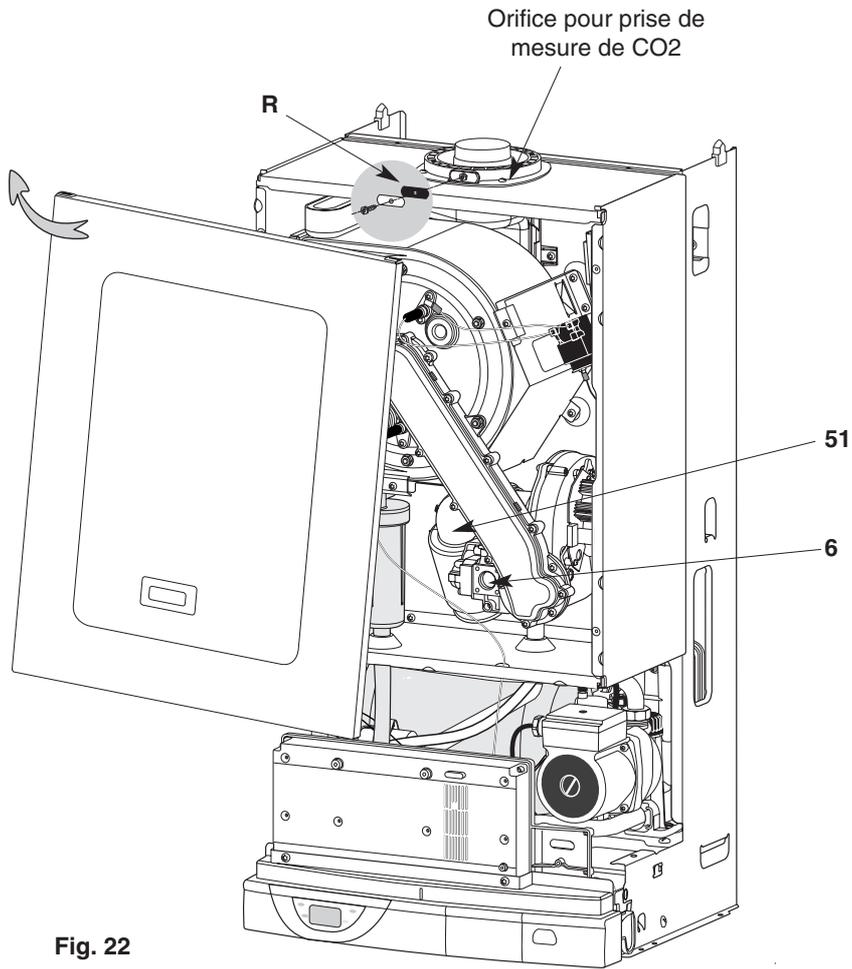

Fig. 22
Pour transformer l'appareil de G20 en G25 il est nécessaire de régler la vanne gaz **6** (fig. 22) à l'aide d'un analyseur CO/CO2.
- déposer le panneau avant du caisson étanche (fig. 22)
- attendre que l'appareil soit stabilisé en température. Mesurer la teneur en CO2 sur la prise de combustion (fig.22) accessible après avoir ôté l'ensemble (vis + bouchon + joint) **R** (fig.22). La mesure est à prendre sur l'orifice qui se trouve à gauche.